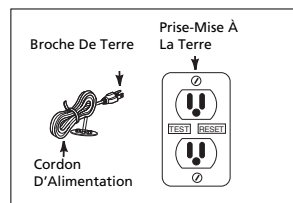

Figure 3
9. Introduire la fiche de l'interrupteur flotteur directement dans une prise de 120 volts (Voir Figure 3).